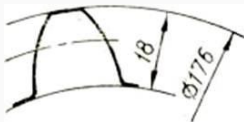

Рис.3
10. Сколько, зубьев имеет нормальное прямозубое зубчатое колесо с указанными размерами (рис. 3)?